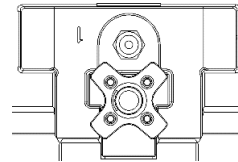

図 3
- 位置決めナットを、最初に図 3 のようになるまで左に回して戻します。
- Turn the positioning nut back to the left until it first looks like Figure 3.